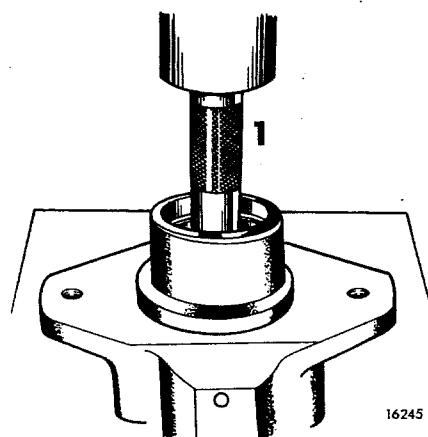

Fig 14-41. Montering av inre lager
1. Pressa in inre nållagret, se fig 14-41.